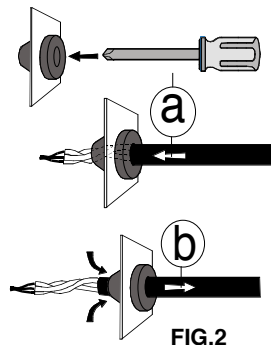
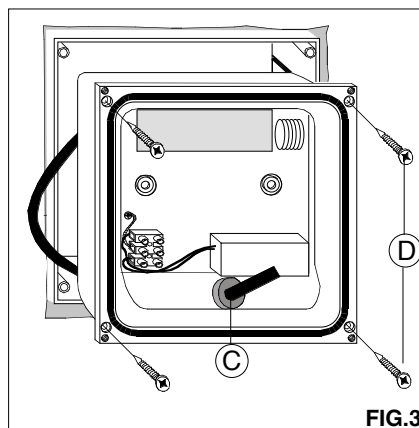

FIG.2
FIG.3
- Introdurre il cavo di linea nell'apparecchio mediante il pressacavo C.(FIG.2-FIG.3)
- Bloccare il corpo lampada alla cassetta immurata con le quattro viti D indotazione.(FIG.3)
- Insert the feed cable in the fitting through the cable gland C.(FIG.2-FIG.3)
- Block the lamp body to the housing with the 4 provided screws D.(FIG. 3)
- Introduire le cable d'alimentation en l'appareil à travers le presse-cable C.(FIG.2-FIG.3)
- Bloquer la lampe a le pot d'encastrement avec le 4 vis D.(FIG.3)
- Das Speisekabel in die Leuchte durch die Kabelklemme C einführen.(FIG.2-FIG.3)
- Den Körper der Lampe an das Gehäuse mit den 4 Schrauben D festmachen.(FIG.3)